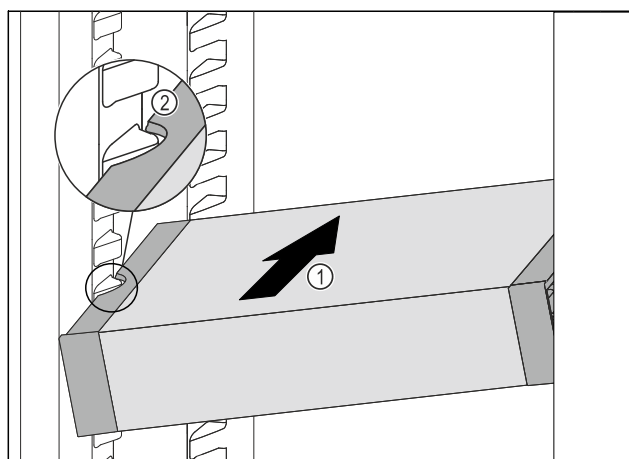

Fig. 82
- ▶ Skub VarioSafe skråt ind i kølesektionen, Fig. 82 (1) indtil udsparingerne i siden Fig. 82 (2) på VarioSafe er på niveau med beholderribben i kølesektionen.